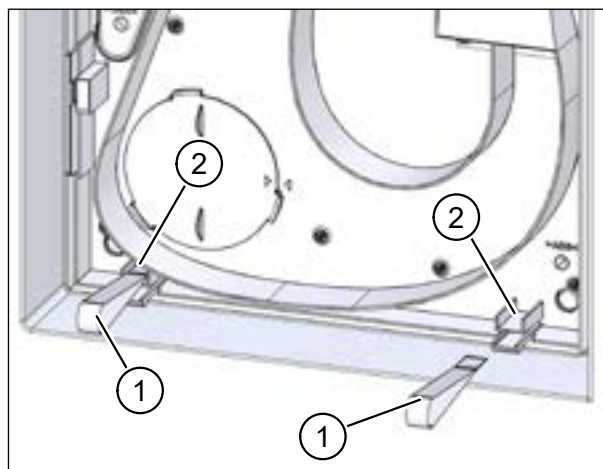

Рис. 50: приклеить вытяжные ремешки крышки установки
- ▶ Достаньте оба вытяжных ремешка крышки установки (поз. 1 на рис. 50) из набора переходников U².
- ▶ Приклейте ремешки на верхнюю часть держателей крышки (поз. 2 на рис. 50).
При внутристенном монтаже U² обратите внимание, чтобы вытяжные ремешки крышки (поз. 1 на рис. 50 на стр. 42) выступали за крышку аппарата.